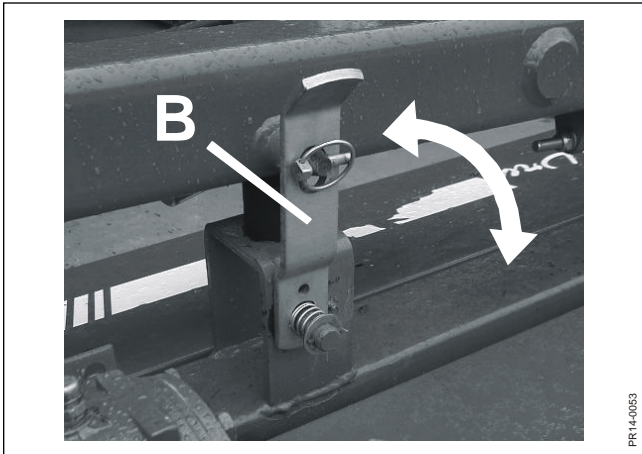

Fig. 3-6
- Fig. 3-6**
- Fig. 3-6** Raise the machine.